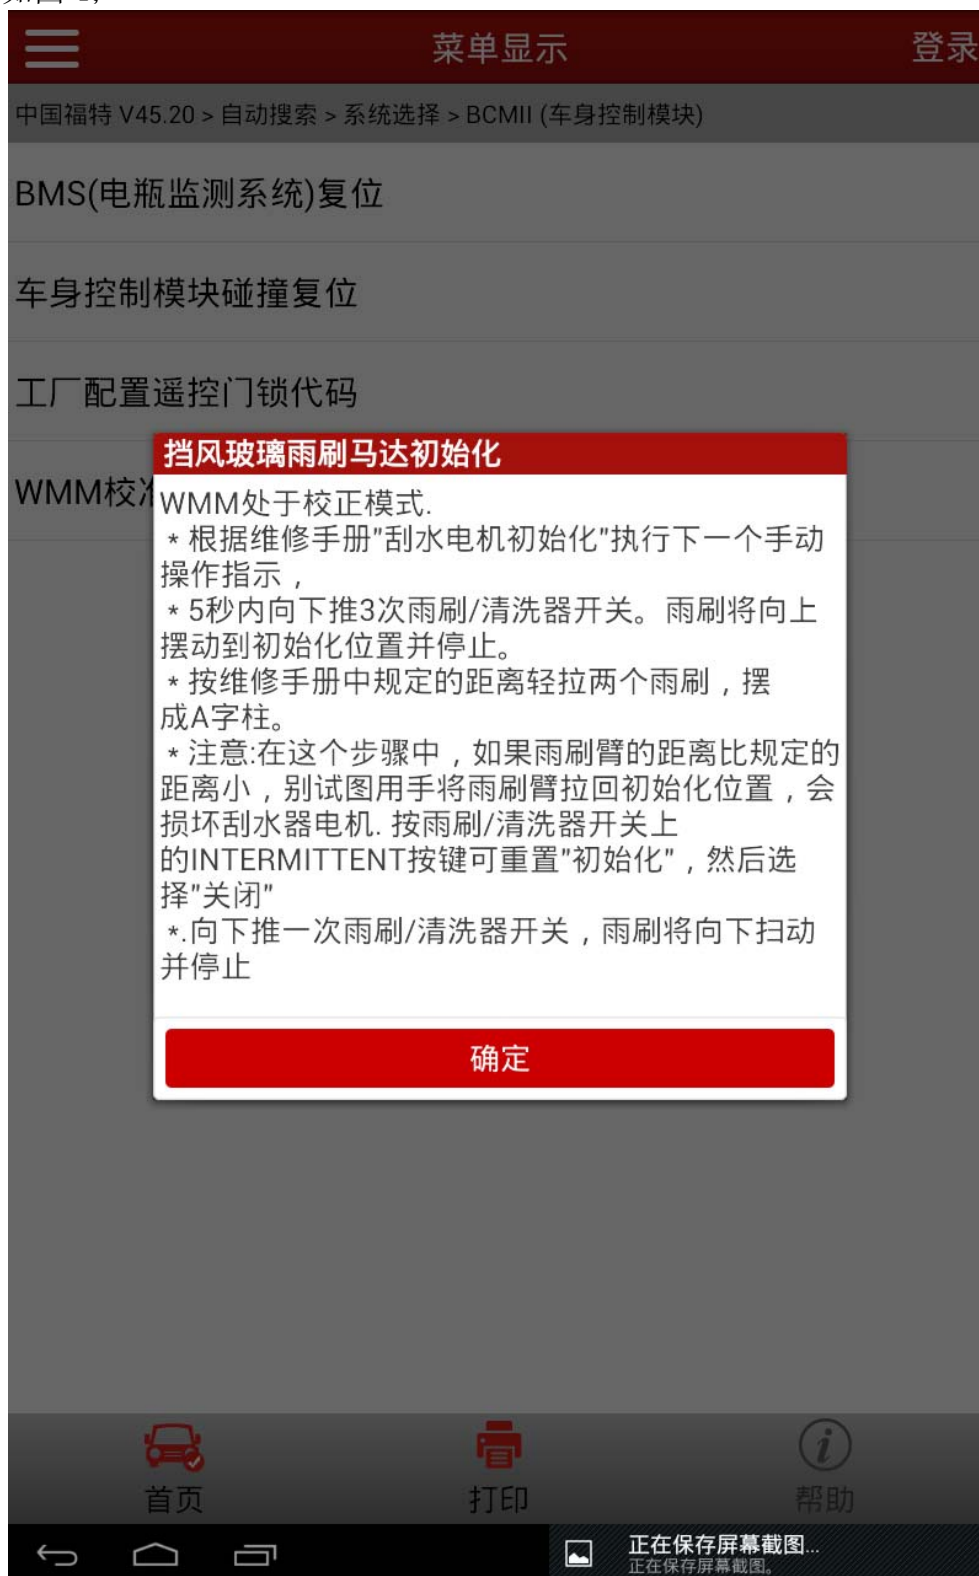

图 4
- 8). 手动操作过程, 此过程尤其重要, 需要严格按照提示信息执行完操作后再点击“确定”按钮完成校准过程。1: 首先在向下拨动 3 次雨刷/清洗器开关 (3 次操作要在 5 秒时间内匀速完成, 不要过急); 2: 雨刷向上摆到初始化位置后, 手动调节雨刷位置成“A”字柱 (此过程请留意提示信息中的注意事项); 3: 当手动调节完毕后, 向下拨动雨刷/清洗器开关, 雨刷臂向下摆动停止在标准位置。完成上述三个操作后, 点击“确定”按钮等待程序完成校准, 如图 4;